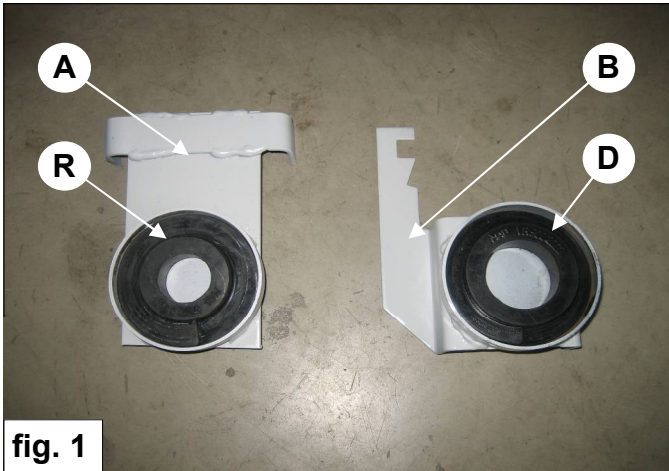

fig. 1
2. Plaats rubber **D** met de grootste diameter in onderbeugel **B**. Zie fig.1.
3. Plaats rubber **R** met de kleinste diameter in bovenbeugel **A**. Zie fig.1.